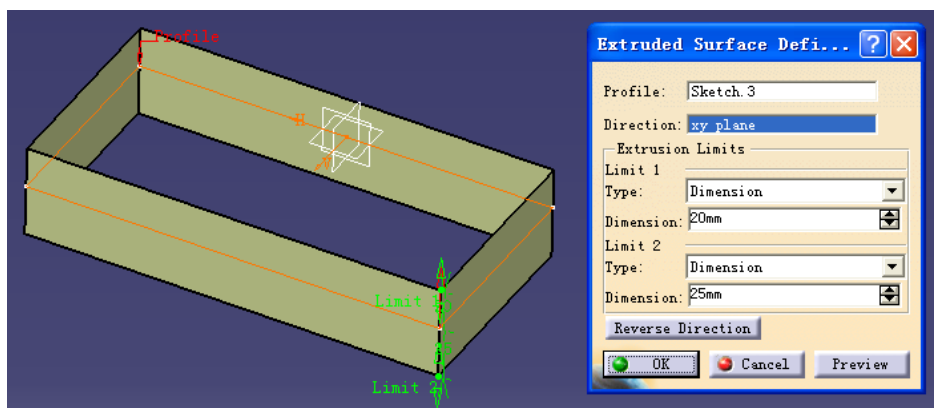

图 4-42
(1) 用 **xy plane** → **Sketcher** → **Rectangle** 画如图 4-42 后，点击 。点击 **Extrude**  键。